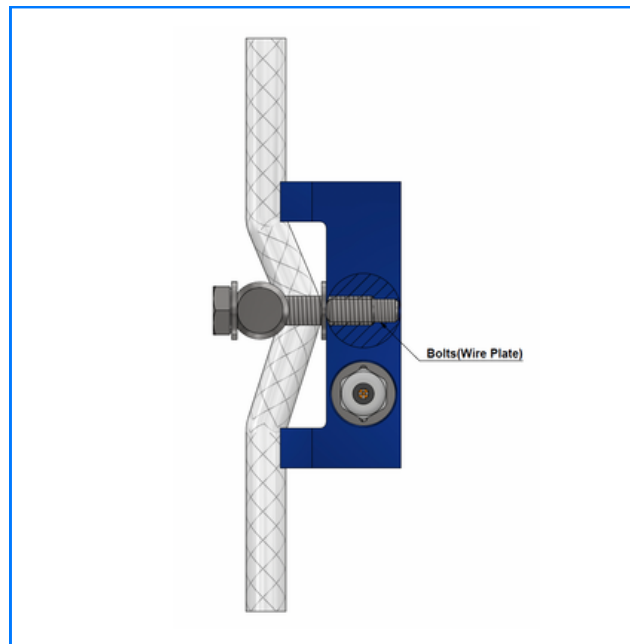

Abbildung 3
3. Ziehen Sie die Schrauben (Seilplatte) an, bis die Seilplatte einen festen Halt am Stahlseil hat, wie in Abbildung 3 dargestellt.